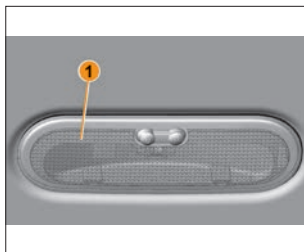

Рис. 6.13.10. Рассеиватель салонного плафона
**Лампа освещения салона.** Для замены лампы в плафоне освещения салона проделайте следующие действия (рис. 6.13.10):